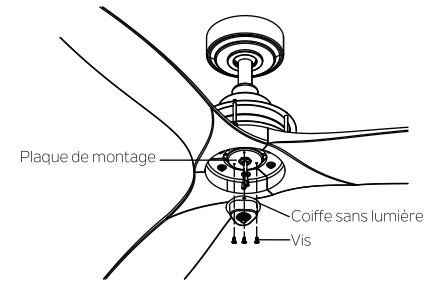

Fig. 19
Étape 2. Fixez la coiffe sans lumière à la plaque de montage avec les trois vis de la plaque de montage retirées au cours des étapes précédentes et serrez-les bien. (Fig.19)